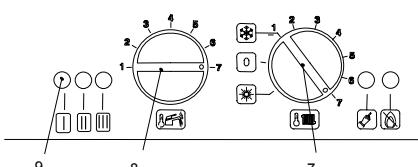

Fig. 6.4
- 5 Set the d.h.w. and C.h. temperature control knobs (8 - 7 in Fig. 6.4) to their maximum position.
- 5 Установите рукоятки регулировки температуры горячей воды и отопления (8-7 на рис. 6.4) на максимальные значения.